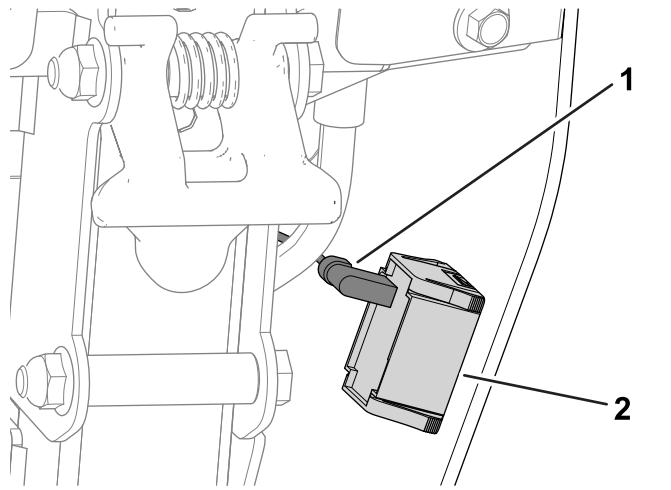

Figura 1
- Desligue o conector da cablagem do contador de horas (Figura 1).